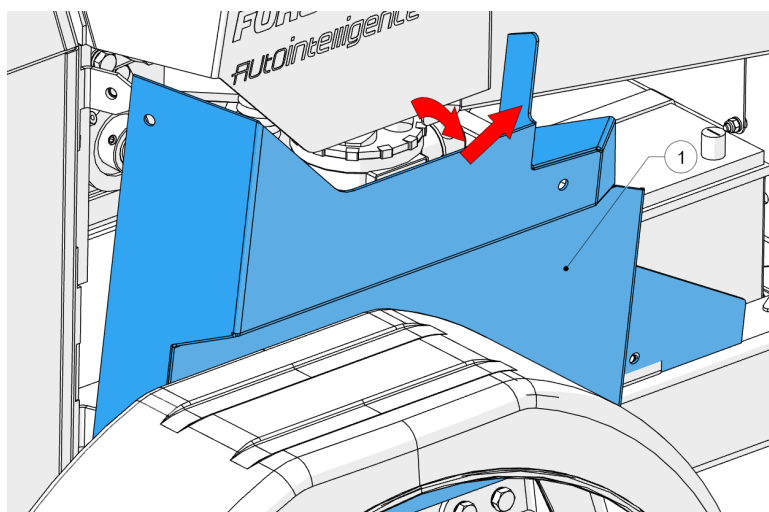

Figure 49 - Dépose du panneau latéral
4. Déposez le panneau latéral (1, Figure 49).